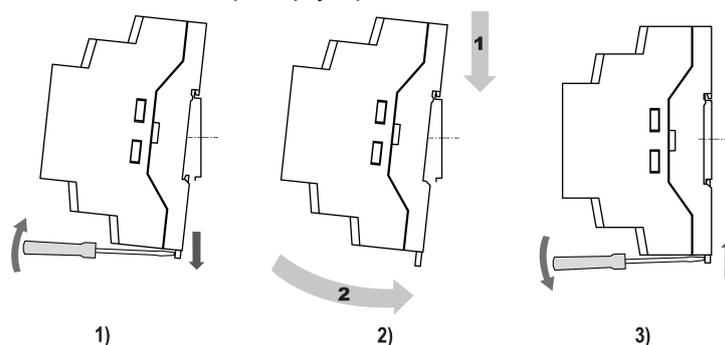

Рисунок 4.7 – Монтаж прибора с креплением на DIN-рейку
2. Вставив отвертку в проушину, оттянуть защелку (см. рисунок 4.7, 1)
3. Установить прибор на DIN-рейку в соответствии с направлением стрелки 1 (см. рисунок 4.7, 2);
4. Прижать прибор к DIN-рейке в направлении, показанном стрелкой 2 (см. рисунок 4.7, 2). Зафиксировать защелку (см. рисунок 4.7, 3).